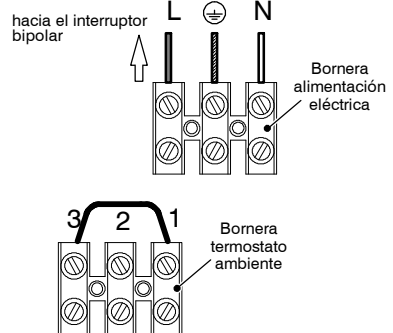

fig. 5.8
- 1 Conectar el cable de alimentación eléctrica procedente del interruptor bipolar a la bornera de alimentación eléctrica de la caldera fig. 5.8, respetando la correspondencia de la línea (hilo marrón) y del neutro (hilo azul).
Para la conexión de un termostato de ambiente a la caldera, utilizar la bornera de termostato ambiente fig. 5.8